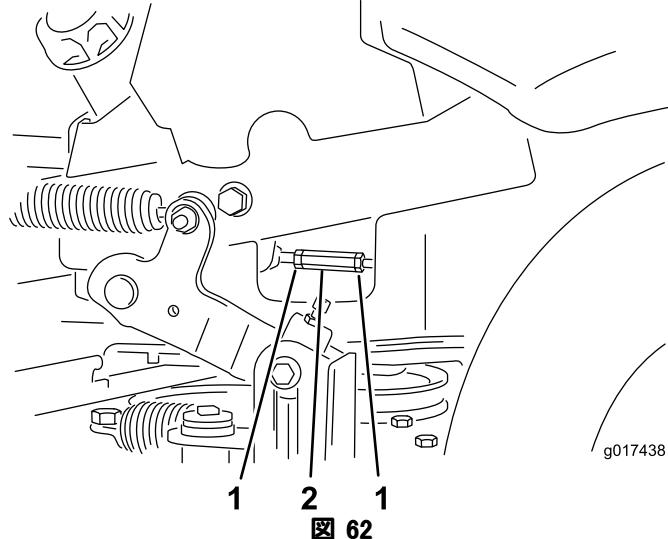

図 62
- 走行コントロールレバーをニュートラル位置にセットする。ポンプコントロールロッドの2つのジャムナットをゆるめ、調整ナットを回転させて、車輪が後退方向にわずかにクリープするように調整する（図 62）。走行コントロールレバーを後退位置にセットし、レバーを軽く押しつつ、後退インジケータのスプリングの力を使ってレバーをニュートラル位置に戻す。この状態で車輪の回転が停止、またはわずかに後退側にクリープしていればよい。
- ジャムナットを2つとも締めて調整を固定する（図 62）。